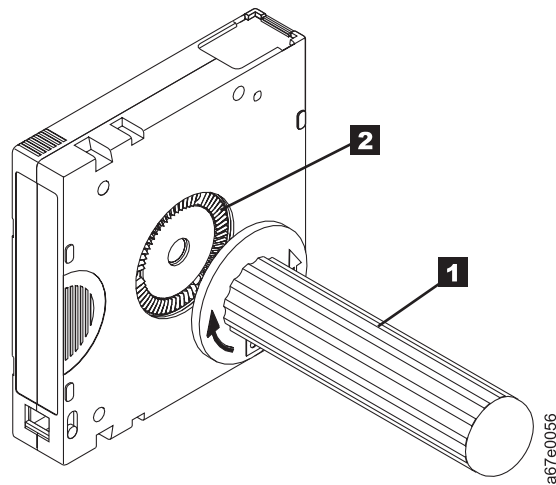

Abbildung 207. Band in Kassette zurückspulen
5. Spulen Sie das Band zurück. Setzen Sie hierzu das Werkzeug zum manuellen Zurückspulen des Bandes (**1** in Abb. 207) in die Nabe der Kassette **2** ein und drehen Sie es im Uhrzeigersinn, bis das Band gespannt ist.